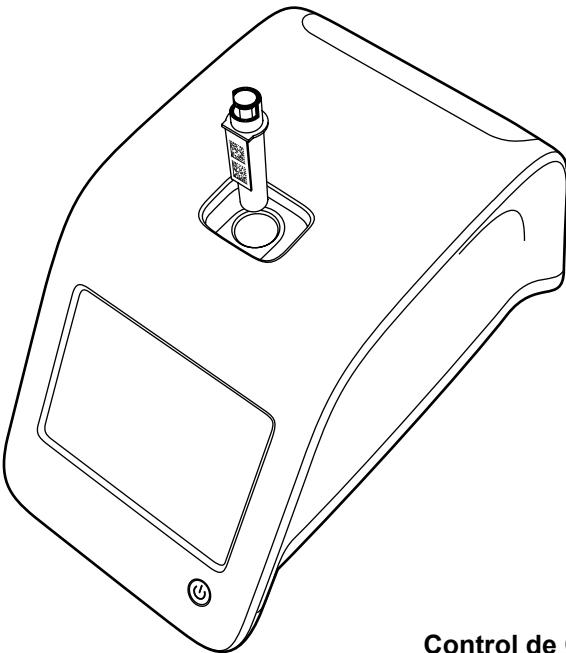

Imagen 19
2. Coloque una cubeta en el pocillo de lectura en la posición correcta. El código de barras de la cubeta debe estar cara a usted (vea **Imagen 19**).